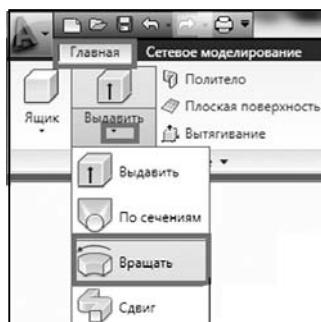

Рис. 7.5. Расположение команды «Вращать» на «Ленте»
- ◆ «Лента»: «Главная» → «Моделирование» → раскрывающаяся кнопка «Выдавить» → «Вращать» (рис. 7.5);